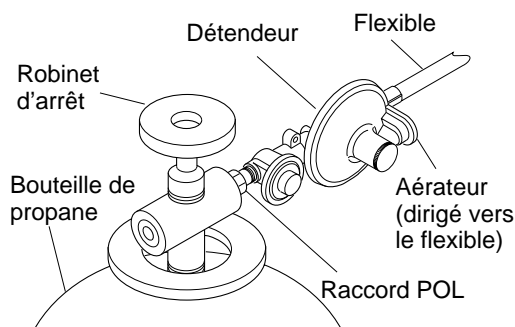

Figure 3 - Détendeur avec aérateur dirigé vers le flexible
2. Brancher le connecteur POL de l'ensemble flexible/détendeur sur la (les) bouteille(s) de propane. Visser le connecteur POL sur la bouteille en tournant vers la gauche. Serrer fermement à l'aide d'une clé. Le détendeur doit être serré avec l'aérateur dirigé vers le flexible (voir la Figure 3).